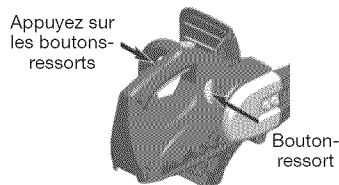

Figure 21 – Séparez la poignée principale de la tête motrice
2. Séparez la poignée principale de la tête motrice de la tronçonneuse en appuyant sur les deux boutons-ressorts, ce qui permet de dégager les deux éléments (voir figure 21).